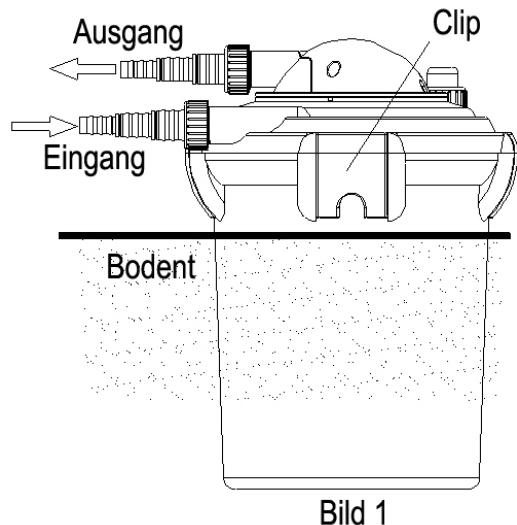

Bild 1
1. Suchen Sie sich einen geeigneten Platz um den Filter zu installieren. Der Filter kann teilweise eingegraben werden. Platzieren Sie den Filter waagerecht (mit einer Wasserwaage kontrollieren). Der Filter kann bis zu den Clips eingegraben werden (Bild 1).